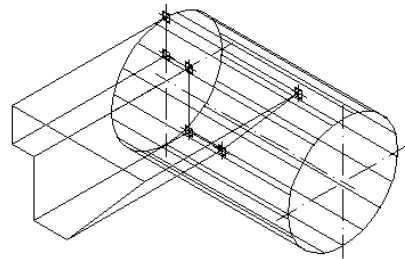

Рис.14
**Строим твердотельную модель призмы, участвующей в формообразовании детали (рис.14), в следующем порядке.**
ния» (рис.14).**